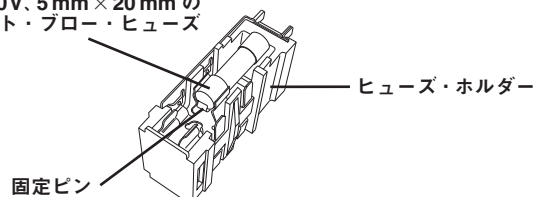

図 21
4. 両方のヒューズをヒューズ・ホルダーから取り出し、状態をチェックします。ヒューズが切れている場合は必ず交換してください。新しいヒューズは、切れたヒューズと同タイプで同じ定格のものを必ずご使用ください。交換用ヒューズは、スウェーデンロック指定販売会社にてご購入いただけます。(図 21 参照)
5. ヒューズ・ホルダー上の固定ピンでしっかりと固定されるよう注意して、ヒューズの再取り付けを行います。(図 21 参照)